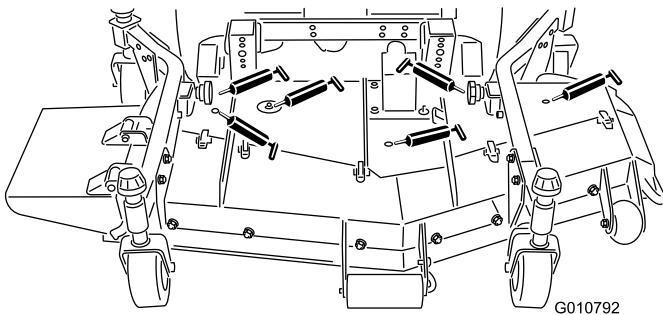

図 17
### • ブレードスピンドルのベアリング図17
- 左右のブッシュアームのボールジョイント図17